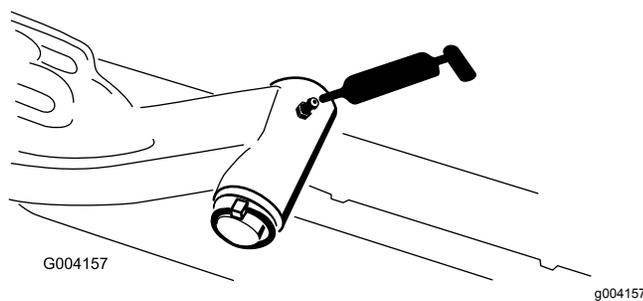

Рисунок 66
- Ось поворота подъемного рычага (по 1 шт.) (Рисунок 66)